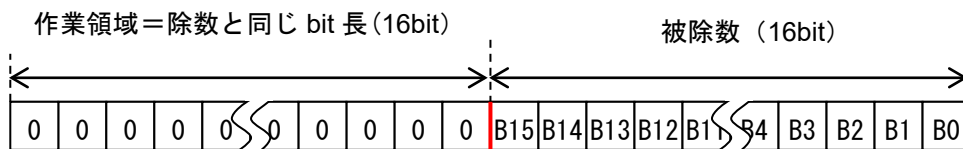

図 3.2 演算の前準備
- ① 減算の繰り返しによる除算を行うためには、被除数の上位に除数と同じビット長の作業領域を準備して、0 クリアしておきます（図 3.2 参照）。